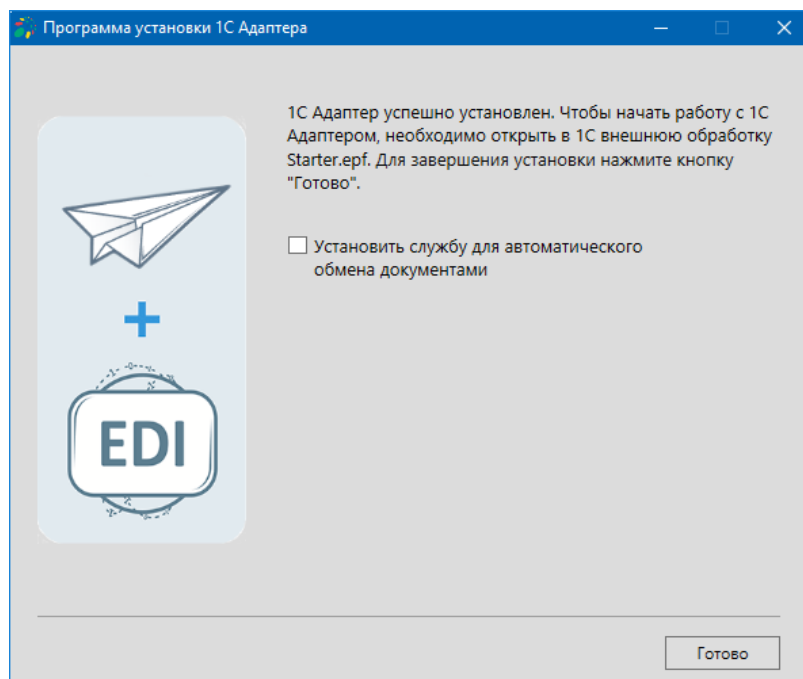

Рисунок 20 – Пропуск шага с установкой службы
8.1.2.2. На следующем шаге будет предложено установить службу для автоматического обмена документами. Если установка службы не требуется, тогда можно пропустить данный шаг, нажав кнопку «Готово» (рис. 20).